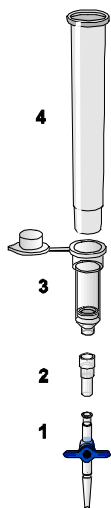

Figura 3. Asamblarea componentelor kitului QIAamp DSP Virus pentru procesarea în vid a probelor:
Asigurați-vă că ați configurat prelungitorul pentru coloane (EXT), coloana QIAamp MinElute, conectorul VacConnector (VC) și supapa VacValve în mod corect (consultați Figura 3).
5. Centrifugați eprubeta pentru liză (LT) timp de ≥ 5 secunde la viteză maximă pentru a elimina picăturile din interiorul capacului.
6.  Schimbați mănușile și deschideți cu atenție eprubeta pentru liză (LT).
7. Adăugați 600 µl de etanol (96–100%) în eprubeta pentru liză (LT), închideți capacul și amestecați bine prin vortexare cu impulsuri timp de ≥ 15 secunde. Incubați timp de 5 minute (± 1 minut) la temperatura camerei (15–25 °C).
8. Centrifugați eprubeta pentru liză (LT) timp de ≥ 5 secunde la viteză maximă pentru a elimina picăturile din interiorul capacului.
9. Introduceți coloana QIAamp MinElute în conectorul VacConnector (VC) în sistemul de vidare (consultați Figura 3, pagina 22). Introduceți un prelungitor pentru coloane (EXT) în coloana QIAamp MinElute deschisă.